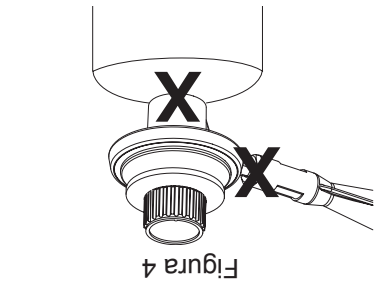

Figura 4
- La perilla tiene que estar en la posición "LOCK OFF" (apagado con cierre puesto), vea la Figura 4.
3. Vierta varias gotas de la solución con una cuchara o una botella de exprimir en la conexión del regulador y del tanque de propano (vea Figura 4).